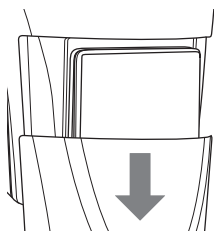

Fig. 1
- ♦ Skub beskyttelsesafdækningen **11** ned, og tag den af (se fig. 1).